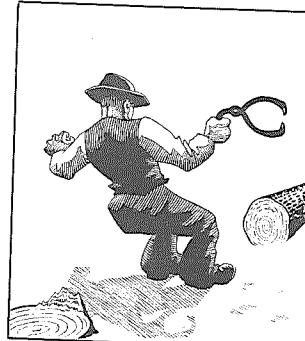

Fig. 87. Sløve spisser er farlige!
*Hogg ikke for hardt* ved kapping av topp. Bruk ikke øksa til å snu, dra eller løfte med, men alltid vendehake eller tømmeraks med skarpe spisser. Sløve spisser er farlige! (Fig. 87.)